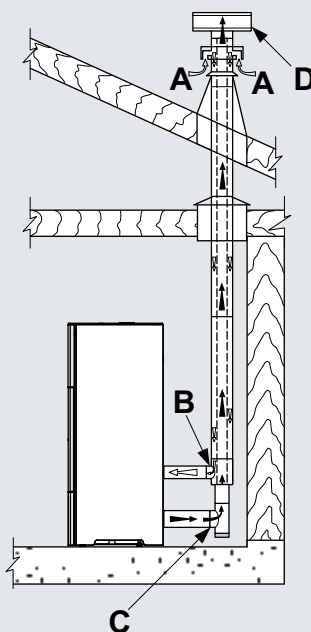

Fig. 5.5
- canalizzare l'aria comburente sfruttando un tubo di scarico coassiale per l'espulsione dei fumi ed il prelevamento dell'aria; pertanto non è necessario fare una classica presa d'aria nel locale (Fig. 5.5 A,B=Ingresso aria C,D=Uscita fumi);
Nel caso di installazione di una stufa a pellet della serie "Ermetica" è possibile utilizzare uno specifico tubo coassiale che consenta sia l'espulsione dei fumi che la canalizzazione dell'aria comburente dall'esterno (Fig. 5.5 A,B=Ingresso aria C,D=Uscita fumi).